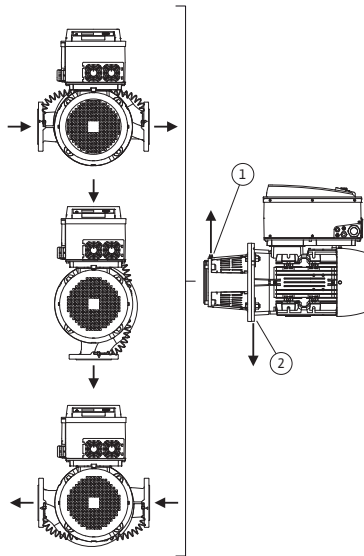
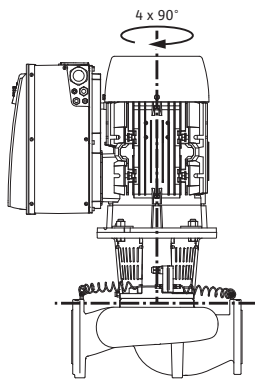

Fig. 18: posiciones de montaje admisibles con el eje del motor horizontal
Fig. 19: posiciones de montaje admisibles con el eje del motor vertical
Las posiciones de montaje admisibles con el eje del motor horizontal y el módulo electrónico hacia arriba (0°) se representan en la fig. 18. No están representadas las posiciones de montaje admisibles con el módulo electrónico montado lateralmente (+/- 90°). Es admisible cualquier posición de montaje, excepto "módulo electrónico hacia abajo (- 180°)". La purga de la bomba solo se garantiza si la válvula de ventilación se orienta hacia arriba (fig. 18, pos. 1).
Solo en esta posición (0°), el condensado de la linterna y el motor (fig. 18, pos. 2) puede evacuarse directamente a través del orificio existente.
Las posiciones de montaje admisibles con el eje del motor vertical se representan en la fig. 19. Cualquier posición de montaje es admisible, excepto montar el "motor orientado hacia abajo".
- Con el eje del motor en horizontal, la válvula de ventilación en la linterna (fig. 6, pos. 1.31) tiene que mirar siempre hacia arriba (fig. 12). Con el eje del motor en vertical se admite cualquier orientación. Consulte a este respecto también Fig. 18: "posiciones de montaje admisibles con el eje del motor horizontal" en la página 18 y Fig. 19: "posiciones de montaje admisibles con el eje del motor vertical" en la página 18.
- Con el eje del motor en horizontal, el orificio de condensación debe estar hacia abajo (fig. 18, pos. 2). Si no es así, gire el motor convenientemente.